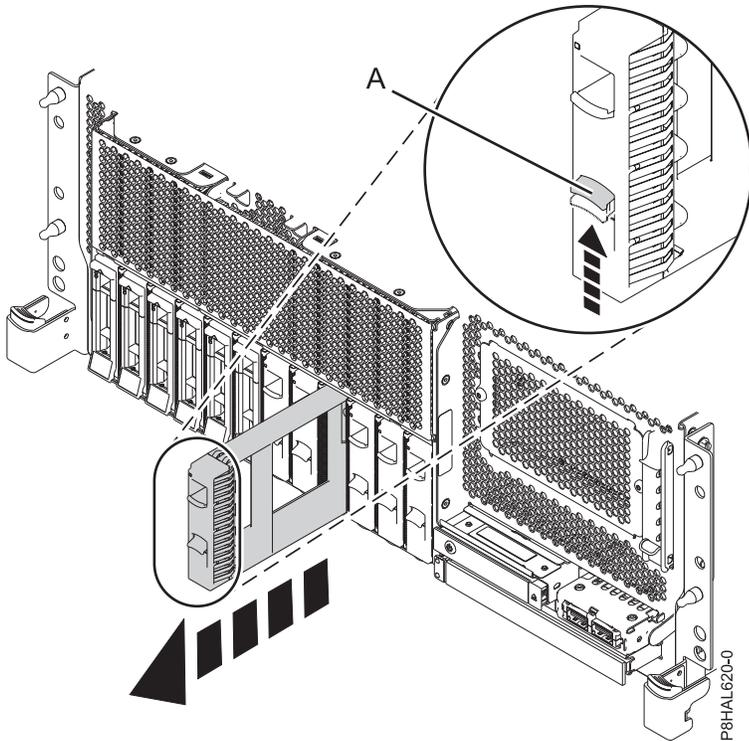

Abbildung 5. Plattenlaufwerk-Platzhalterelement ausbauen - Einschubsystem mit Basisfunktionen
- a. Schieben Sie die Sperre (**A**) am Griff des Platzhalterelements in die in Abb. 5 auf Seite 8 gezeigte Richtung.